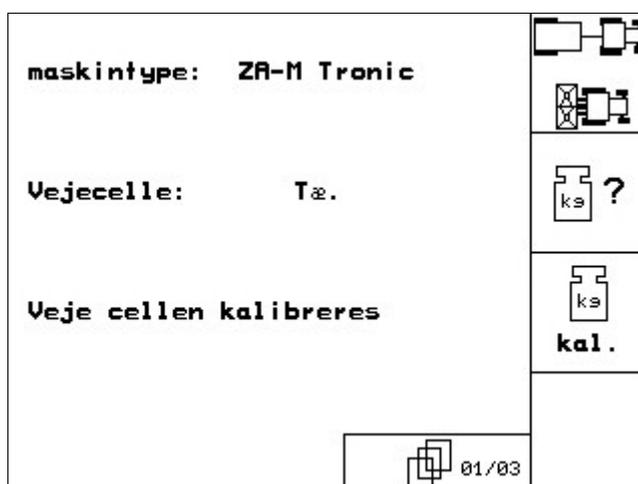

Fig. 56
-  Side 1  Grunddata (Fig. 56):